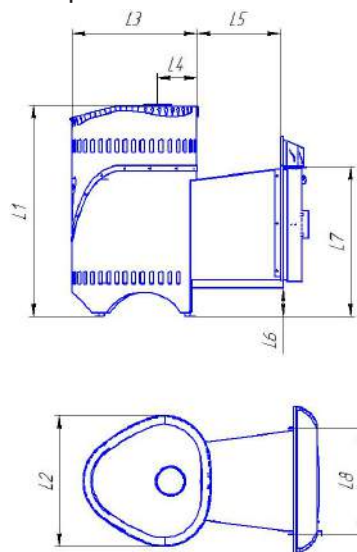

Рисунок 4.1. Общий вид печи, с нанесенными основными размерами.
4.1. На рис. 4.1. показан общий вид печи с обозначенными основными размерами.